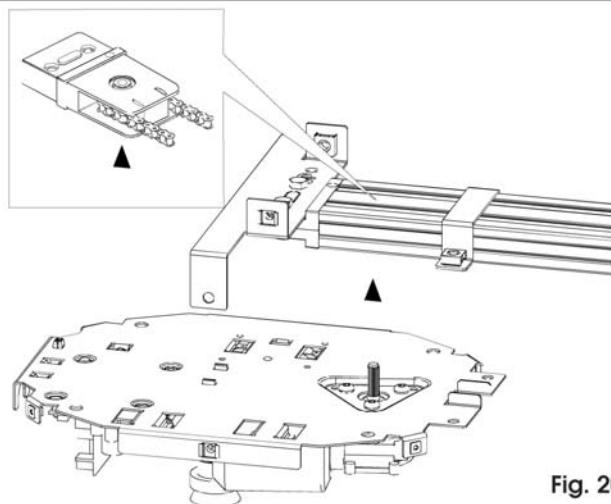

Fig. 20
- 3) Introduire l'arbre du motoréducteur dans le pignon d'entraînement situé dans l'attache arrière du rail (fig. 20).